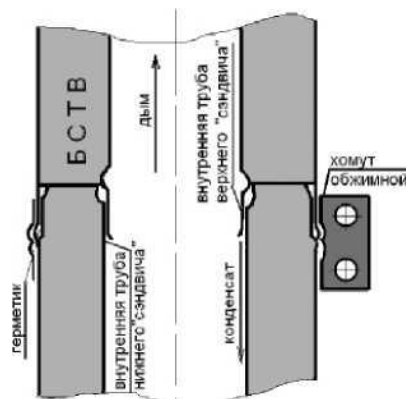

Рис. 2. Схема сборки труб «сэндвич»
Все последующие элементы дымохода устанавливаются на предыдущие до полной насадки легким постукиванием деревянной киянкой либо металлическим молотком через доску. При сборке дымохода зазоры в месте соединения элементов заполнить жаропрочным герметиком и скрепить соединения стяжными хомутами (См. рис. 2).
5.8. Вся дальнейшая сборка до пересечения с кровлей осуществляется однотипными элементами - «сэндвичами». Стыковка «сэндвичей» производится по «конденсату» (см. рис. 2).